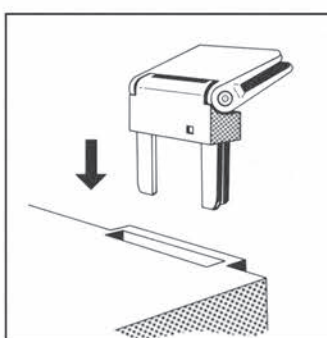

Fig. 2
- Fit the platter and depress the locking mechanism in its centre until it engages in the groove of the platter spindle (fig. 2). Place the platter mat in position.
- Plattenteller aufsetzen und die in der Mitte des Plattentellers angebrachte Sicherung nach unten drücken, bis sie in die Rille der Plattentellerachse einrastet (Fig. 2). Plattentellerbelag auflegen.
- Poser le plateau et presser sur l'arrêt pour qu'il s'enclenche dans la rainure de l'axe du plateau (fig. 2). Mettre le tapis sur le plateau.